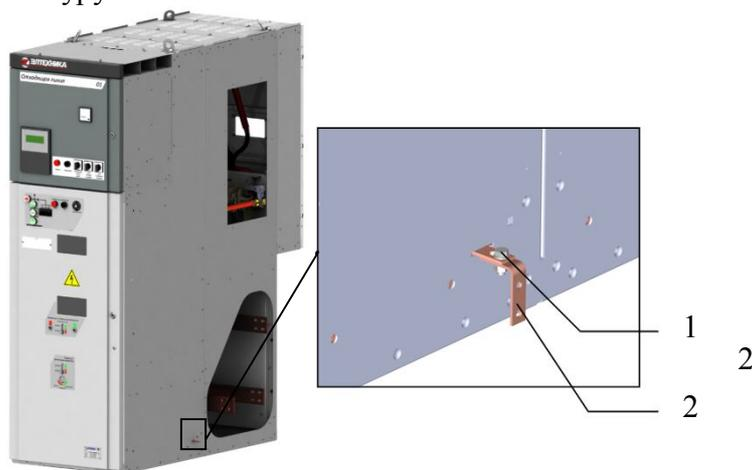

Рис. 24 Сборка системы заземления секции шкафа КРУ
2.5.2.6 В нижней боковой части корпусов шкафов КРУ предусмотрены отверстия для системы заземления секции согласно рис. 24. С фасада в нижней части каждого шкафа КРУ предусмотрена шина заземления. Выводы шин системы заземления необходимо присоединить к общему контуру заземления.